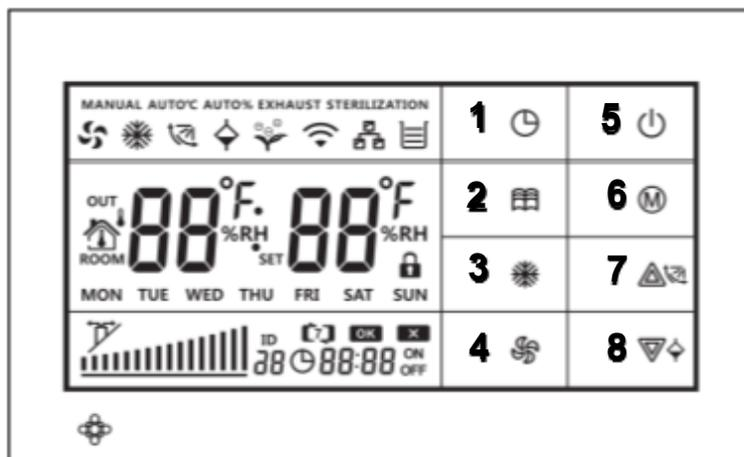

Figura 5 — Quadro di controllo del raffrescatore evaporativo
Sul quadro di controllo, mostrato in Figura 5, sono posizionati i comandi descritti nella tabella al presente paragrafo, in cui sono riportati:
- numero progressivo di corrispondenza con quanto indicato in Figura 5;